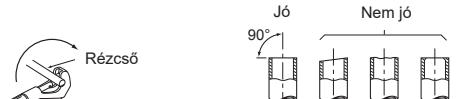

Fig. 1
- 1) Vágja le méretre csővágóval a rézcsövet. (Fig. 1, 2)